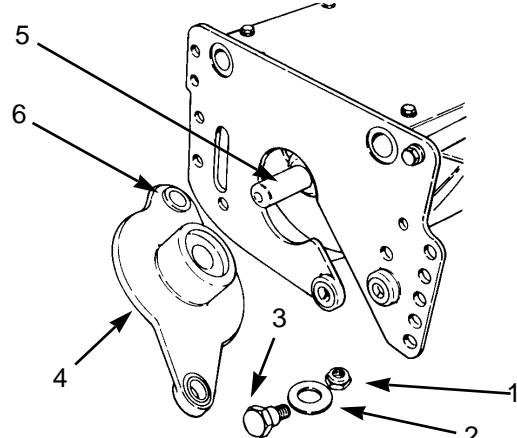

図29
2. ユニット両端からショルダー・ボルト、ブッシュ、スペーサを取り、ベッドバー & ベッドナイフアセンブリを外す (図29)。
3. 調整ピンから、内側のロックナット、プラケット用のボルト類を取り、調整ハンドル・アセンブリをサイド・プレートから外す。(図29)。
- ドライブ・ハウジングとペアリング・ハウジングの取り付け穴にあるフランジ・ブッシュの磨耗が大きければ交換する(図29)。
- ショルダー・ボルトに鋸歯ワッシャを付け、ハウジングの後ろ取り付け穴に入れる。ボルトはサイド・プレートを通して(図29)コーン・ナットで締めつける(6.2 ~ 7.6 kg.m)。